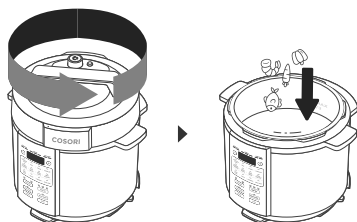

Figura 4.1
1. Ruotare il coperchio in senso antiorario e sollevarlo per rimuoverlo. Aggiungere gli ingredienti alla pentola interna. **[Figura 4.1]**